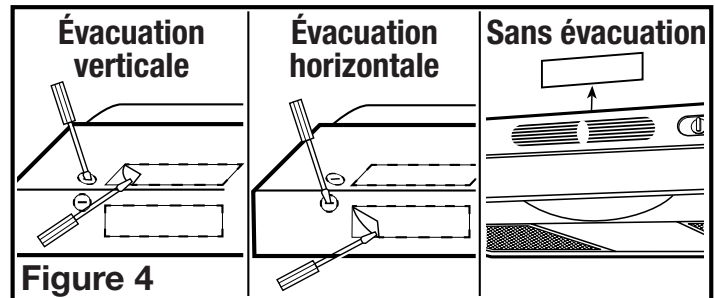

Figure 4
- 2a. Évacuation horizontale ou verticale -** Retirez la pièce rectangulaire défonçable. Pour ce faire, insérez un tournevis dans le pourtour et brisez les attaches qui le retiennent. Enlevez ensuite la pièce avec des pinces (**Figure 4**).
- 2b. Sans évacuation -** Soulevez et retirez le panneau de l'évent situé derrière la grille, exposant ainsi l'entrée d'air frontale. N'utilisez pas de tournevis ni tout autre objet qui pourrait égratigner la hotte (**Figure 4**).
- Déterminez par où les fils entreranno dans la hotte et retirez l'entrée électrique défonçable appropriée. Pour ce faire, insérez un tournevis dans la fente et faites un mouvement de va-et-vient jusqu'à ce que la pièce se détache (**Figure 4**).
REMARQUE : INSTALLATION SANS ÉVACUATION SEULEMENT, Si ce n'est déjà fait, retirez le panneau de l'évent situé derrière la grille (Figure 4).